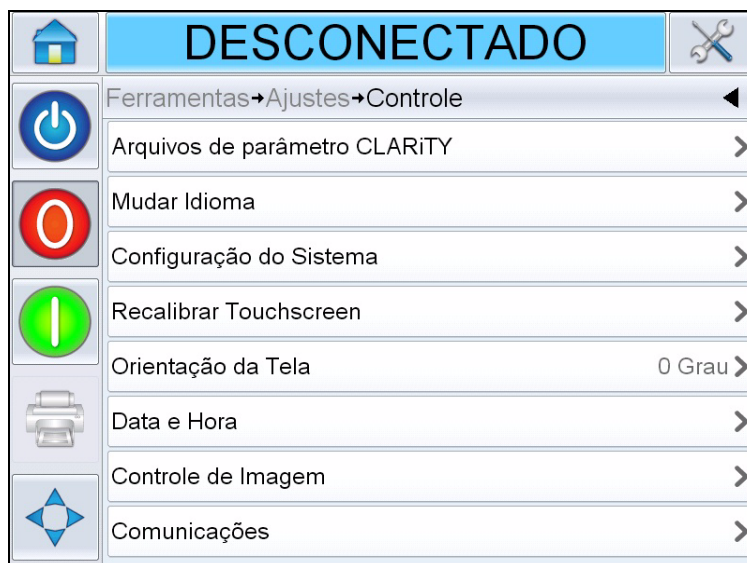

Figura 5-8: Página de Controle
- 1 Acesse *Ferramentas > Configuração > Controle*. A página de controle é exibida (Figura 5-8).